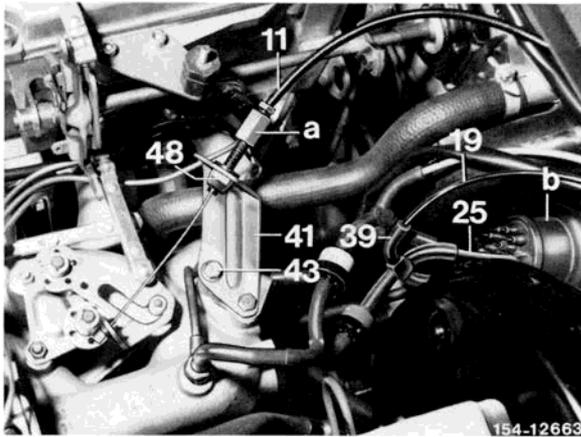

Bild 1
- 5 Unterdruckleitung (25) 5200 mm lang vom Motorraum links durch die Gummitülle (b) unter der Instrumententafel entlang die rechte Vorderwandsäule verlegen. Anschließend die Unterdruckleitung (25) weiter am Einstieg entlang in den Kofferraum verlegen (Bild 1 bis 4 und 7).